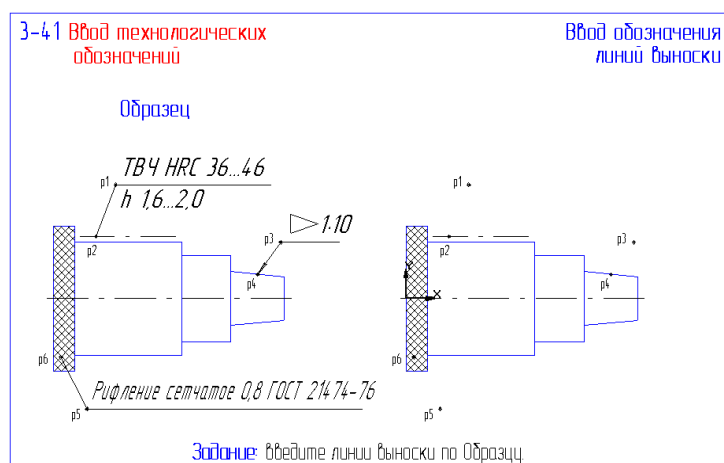

Рис. 51
48. Откройте файл фрагмента 3-41 (рис. 51).